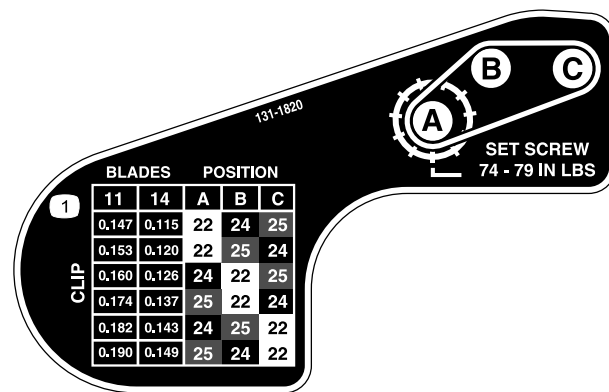

Figura 18
6. Servendovi della tabella sull'adesivo illustrato in Figura 18, determinate l'impostazione di taglio desiderata e quali pulegge dovrete spostare.
9. Montate ciascuna puleggia secondo la configurazione indicata sull'adesivo (Figura 18).